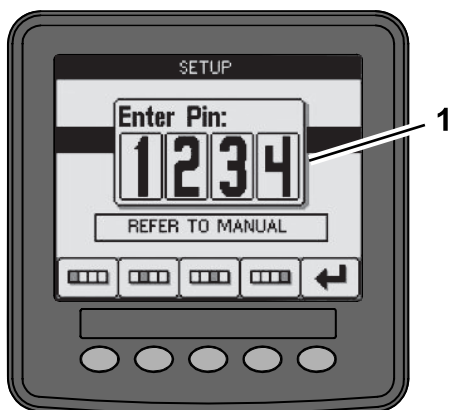

Bild 15
1. Drücken Sie im Setupmode eine beliebige Taste, um auf die Popup-Menüleiste am unteren Bildschirmrand zuzugreifen (Bild 15).
3. Geben Sie den PIN-Code (Bild 15) ein und wählen Sie das EINGABE-Symbol .
3. Geben Sie die PIN-Nummer (Bild 15) ein und wählen Sie das ZURÜCK-Symbol.